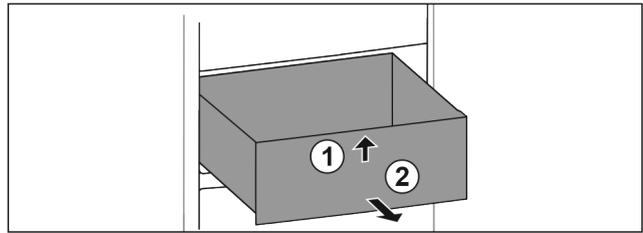

Fig. 120
- ▶ Schubfach vorne anheben. Fig. 120 (1)
- ▶ Schubfach nach vorne entnehmen. Fig. 120 (2)